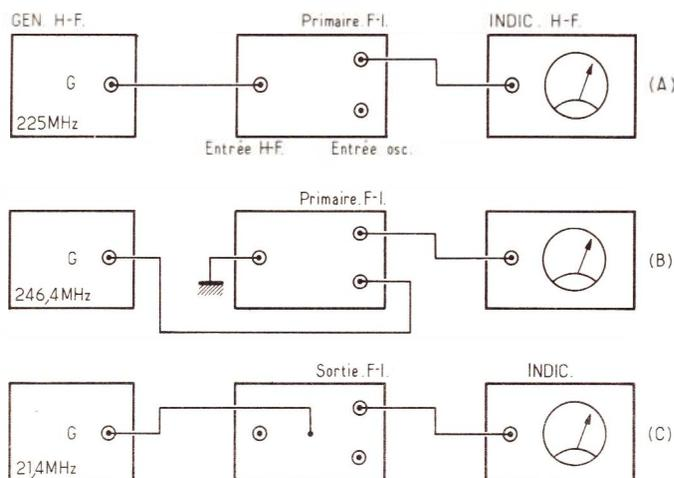

Figure 4
2° Accord de L_5 . Réaliser le montage (B) de la figure 4 dans lequel le générateur, accordé sur 246,4 MHz est branché à l'entrée d'oscillateur. La bobine L_5 sera, évidemment, décourcourtée. Le signal à 246,4 MHz (tension 0,5 V environ) sera amplifié par Q_2 et apparaîtra sur le primaire du transformateur FI. Régler L_5 jusqu'au maximum de déviation de l'indicateur.